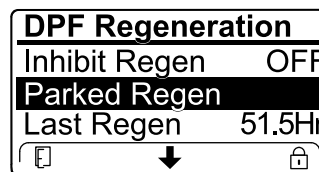

Figura 47
- Se o computador do motor pedir uma regeneração de recuperação ou se estiver a processar uma regeneração de recuperação e percorrer a opção **REGENERAÇÃO EM ESTACIONAMENTO**, a regeneração em estacionamento bloqueia e o ícone de bloqueio (Figura 47) surge no canto inferior direito do InfoCenter.